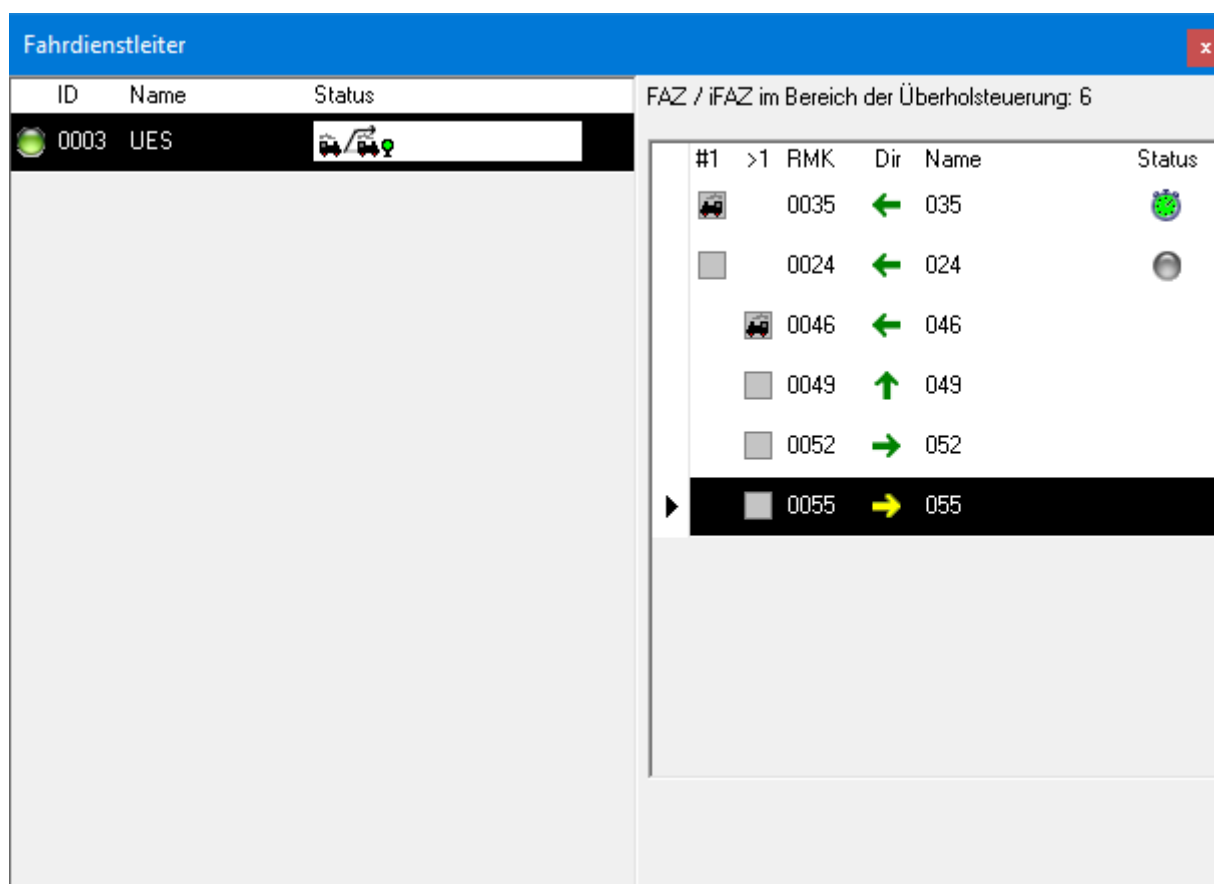

Fig. 6.4
4. Si le délai est écoulé et que le train n'a pas quitté la zone ADV, il n'est plus bloqué par le RT. Dans ce cas, une horloge verte s'affiche dans l'état détaillé (fig. 6.4).